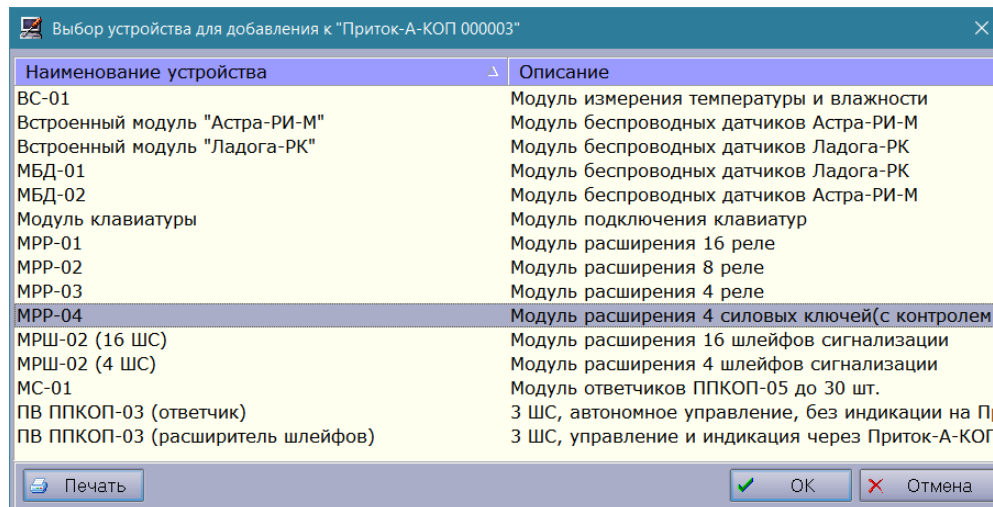

Рисунок 8
- В окне **«Выбор устройства для добавления»** выберите курсором MPP и нажмите **«ОК»** (см. Рисунок 8).
В появившемся окне (см. рисунок 8) заполните поля: